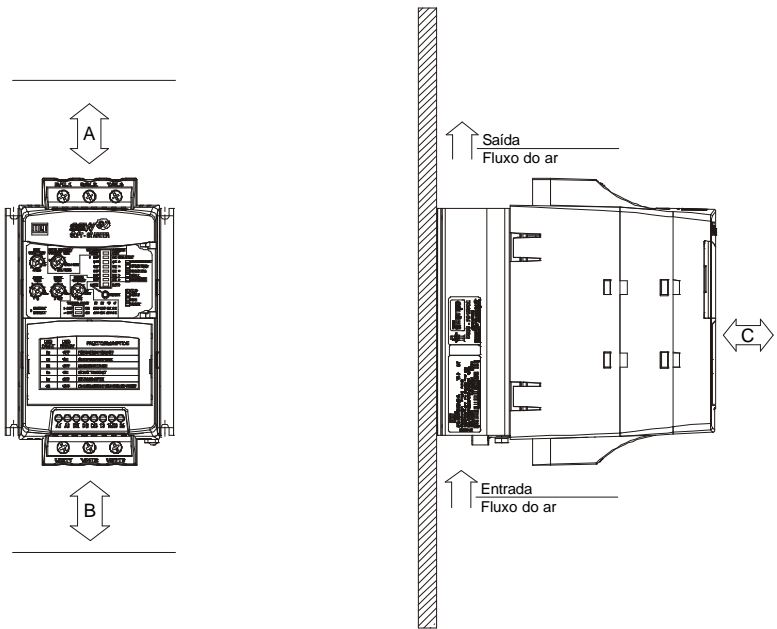

Figura 3.2 - Espaços livres para ventilação
- 3.1.3 Posicionamento / Para a instalação da Soft-Starter SSW-07 deve-se deixar no mínimo os espaços livres ao redor da Soft-Starter conforme figura 3.2 a seguir. As dimensões de cada espaçamento estão descritas na tabela 3.2.